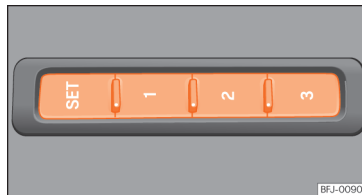

Рис. 99 Зовнішня боковина сидіння водія: клавіші пам'яті налаштувань
- Увімкніть нейтральну передачу (N).
• Натисніть і тримайте клавішу **SET** понад секунду >>> **рис. 99.**